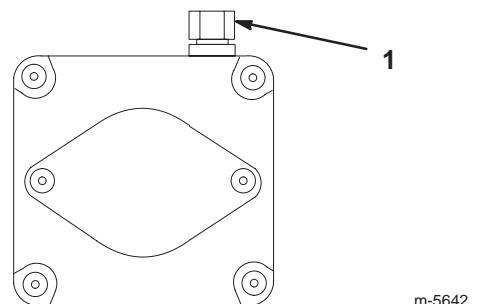

Bild 28
- Zum Schieben drehen Sie die Sicherheitsventile 1 Drehung entgegen dem Uhrzeigersinn. So kann Hydrauliköl an der Pumpe vorbei direkt zu den Rädern fließen, die sich daraufhin drehen können (Bild 28).
Drehen Sie die Sicherheitsventile in die Betriebsstellung (Bild 28).